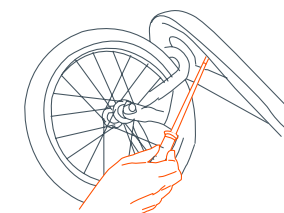

Fig. 23b
- Insérer les 4 vis à travers du cadre avant dans les tubes en plastique du pare-chocs. Tourner les vis seulement jusqu'à bien serré (Fig. 23b).